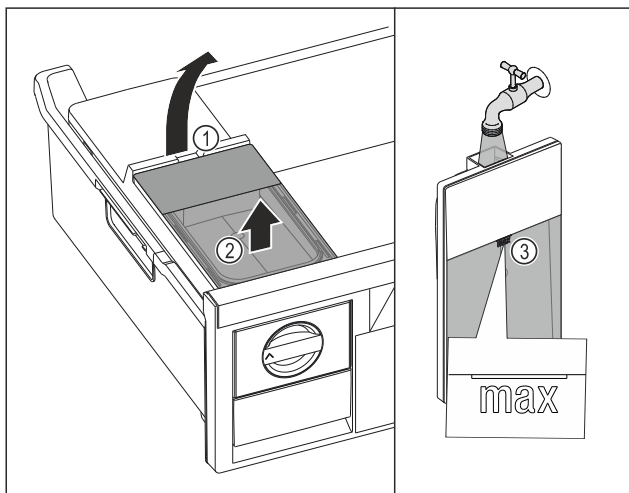

Fig. 71
- ▶ Dvignite rezervoar za vodo dvignite za izrez Fig. 71 (1).
- ▶ Rezervoar za vodo odstranite v smeri navzgor. Fig. 71 (2)
- ▶ Rezervoar za vodo napolnite s pitno vodo do oznake Fig. 71 (3).